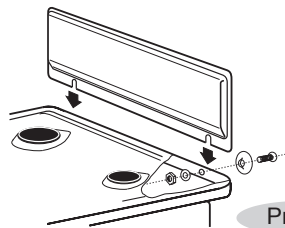

Рис. 7
- Перед установкой плиты закрепите щиток (рис.7).